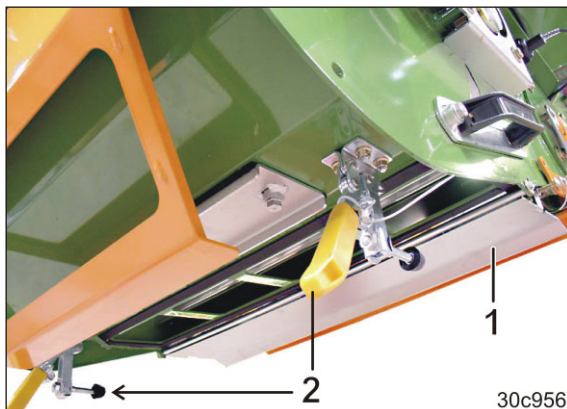

Рис. 255
2. Откройте клапан высевной коробки (Рис. 255/1).
Клапан фиксируется быстрозажимными приспособлениями (Рис. 255/2).